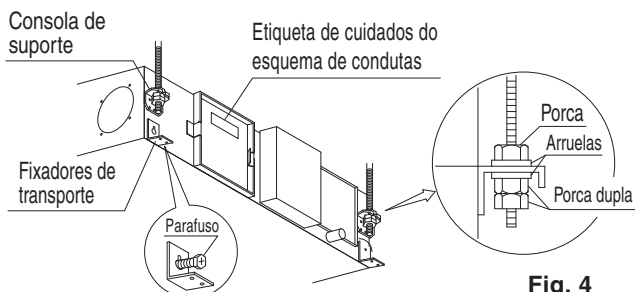

Fig. 4
(1) Instale provisoriamente a unidade.
- Fixe a consola de suspensão ao perno de suspensão. Certifique-se de que a fixa com firmeza, utilizando porcas (M10, M12) e anilhas (M10 com dia. externo de 30 a 34 mm, M12 com dia. externo de 36 a 38 mm) (aquisição local) dos lados superior e inferior na consola de suspensão. **(Consulte a Fig. 4)**